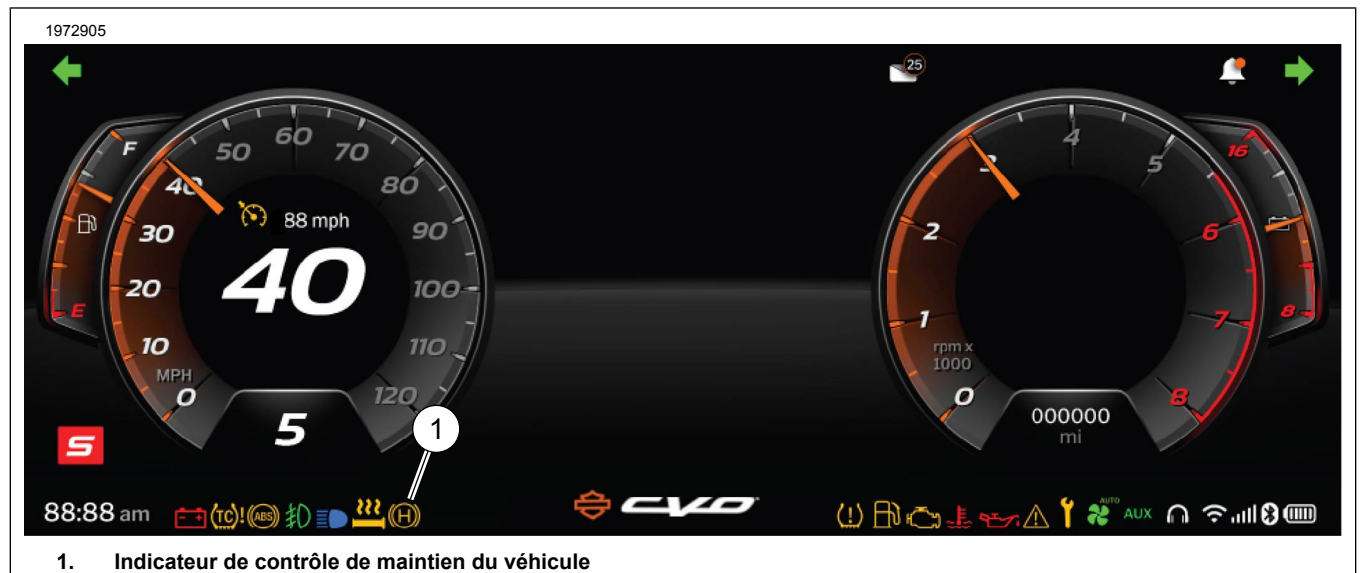

Figure 4. Indicateur VHC : Véhicule avec IFCU
Voir Figure 4 , Figure 5 et Figure 6 . L'indicateur VHC (1) affiche l'état du système de contrôle du maintien du véhicule.